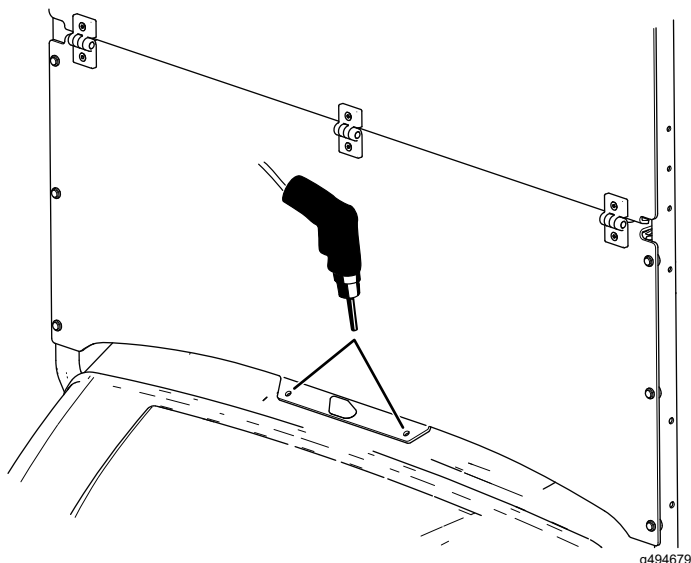

図 9
5. ウインドシールドを型紙として使って、ダッシュ部に穴8 mmを2つ開ける図9。